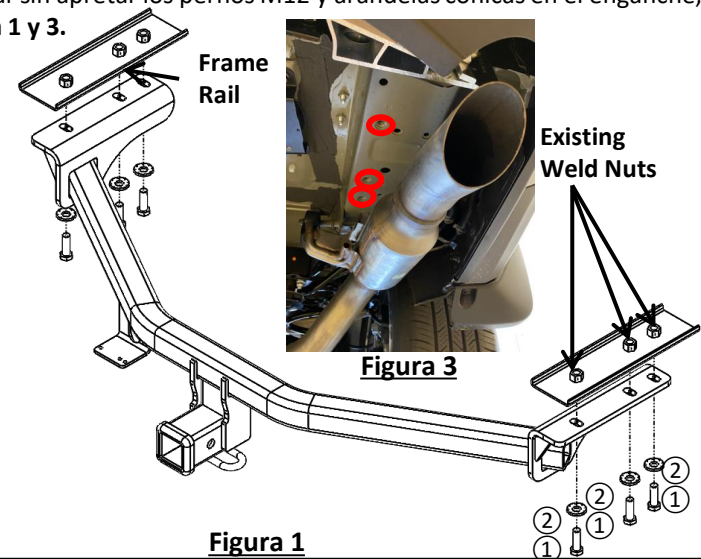

Figura 1
4. Instalar el enganche. **NOTA:** Usar un cepillo metálico para limpiar las tuercas de soldar, si es necesario. Levantar el enganche a su posición y alinear los orificios del soporte con las tuercas de soldar en el larguero del bastidor. Instalar sin apretar los pernos M12 y arandelas cónicas en el enganche, ver la **Figura 1 y 3**.